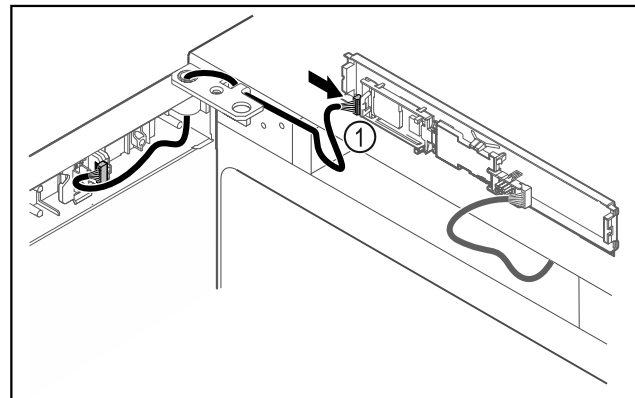

Fig. 39
- Stecker Fig. 39 (1) an Platine anstecken.